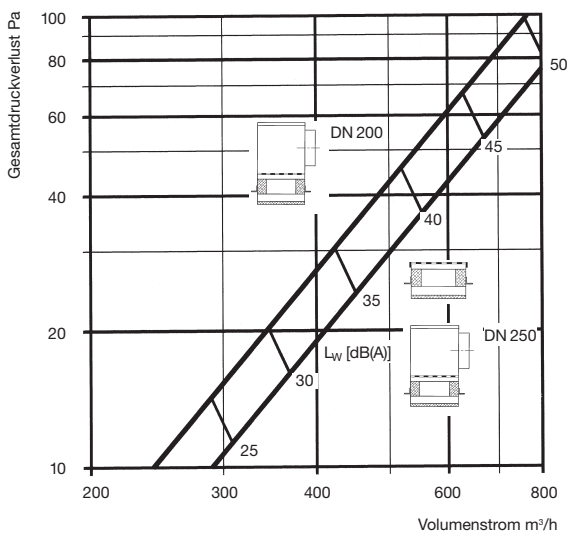

Abb. 6 WKA 155/45, einseitig ausblasend
Abb. 6 zeigt für die einseitig ausblasenden Wirbelkammern vom Typ WKA-1 155/45 bei 420 m³/h einen Druckverlust von 25 Pa und einen Schalleistungspegel von 35 dB(A) bei der Ausführung mit Anschlusskasten und Stützen DN 200.